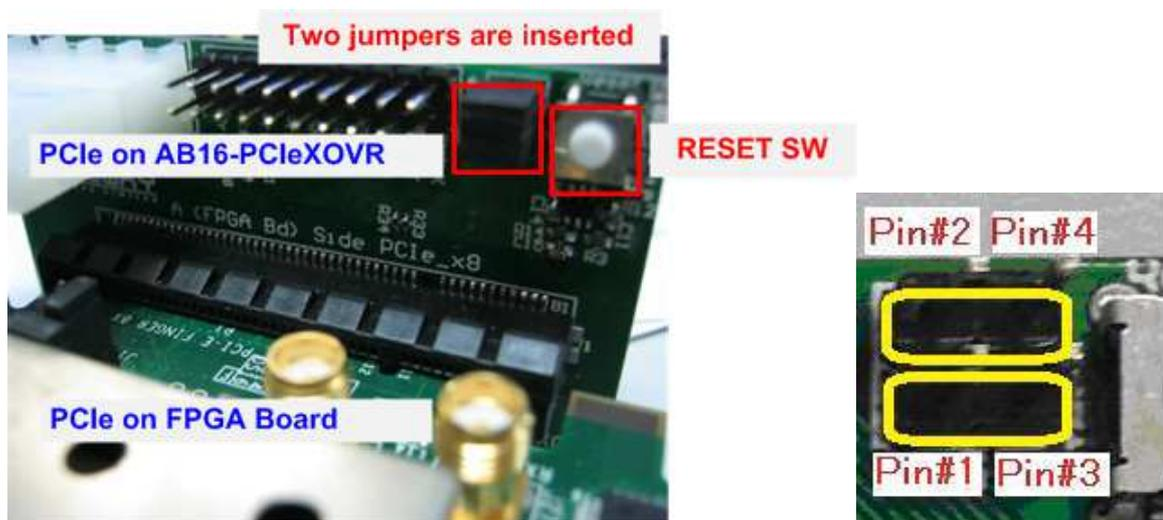

図 2-2: FPGA 評価ボードを AB16-PCIeXOVR アダプタ部品面(A)側に装着、J5 の 1-3 間と 2-4 間をショート
- 図 2-2 のように、AB16-PCIeXOVR アダプタ基板の部品面(A)側の PCIe ソケットに Altera 評価ボードを接続します。また、アダプタ基板の J5 にて Pin#1-3 間および Pin#2-4 間にジャンパ・ソケットを挿入します。